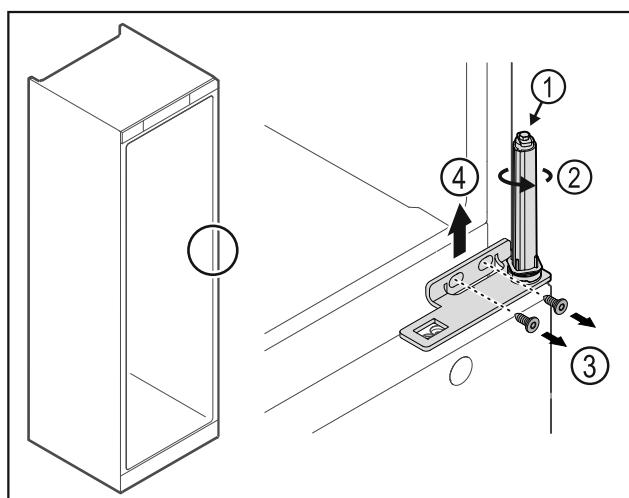

Fig. 26
- ▶ 轻轻压入中间的盖板 Fig. 26 (1)并朝上取下 Fig. 26 (2)。